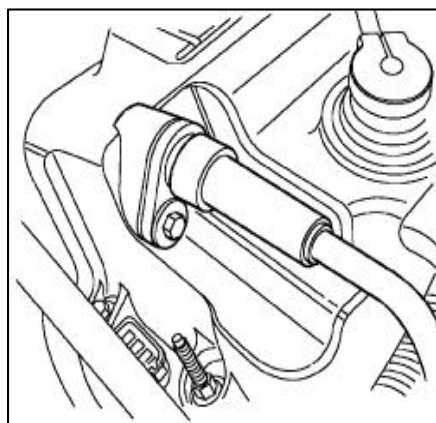

图. 40 PCV阀位置
(5) 连接PCV真空软管(图. 40)。
(6) 连接点火线圈和电容。
(7) 连接蓄电池负极桩头。